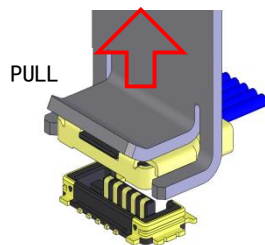

图 15
② 垂直于连接器向上拉动插拔 Jig，拔出 Plug Connector。(图 15)